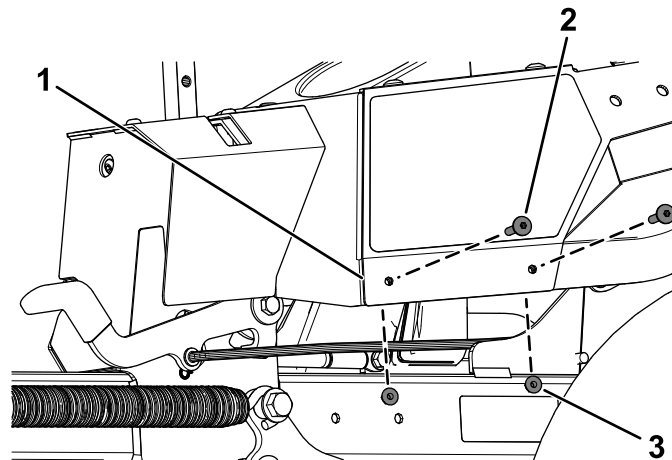

Figure 7
- A. Retirez les 2 vis Torx ($\frac{1}{4}$ " x 1-5/16") et 2 contre-écrous ($\frac{1}{4}$ ") du carénage gauche (Figure 7).